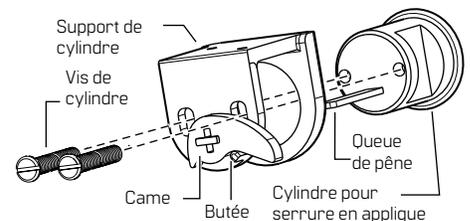

Figure 1 Assemblage du support de cylindre
- 1.2 Une fois la clé retirée et la came reposant contre la butée, installer le cylindre pour serrure en applique. Insérer la queue de pêne dans l'encoche en forme de croix de la came. Voir la figure 1.